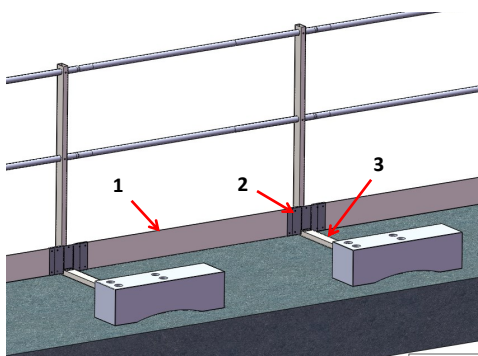

fig. 12
La barriera fermapiede è composta da un elemento di lunghezza 1340mm che costituisce il fermapiede (1) (fig.12) che viene fissato all'elemento connettore denominato "base del fermapiede" (2) (fig. 12), il quale a sua volta è agganciato al tubo orizzontale del montante (3) (fig. 12) che è appoggiato al piano di calpestio.